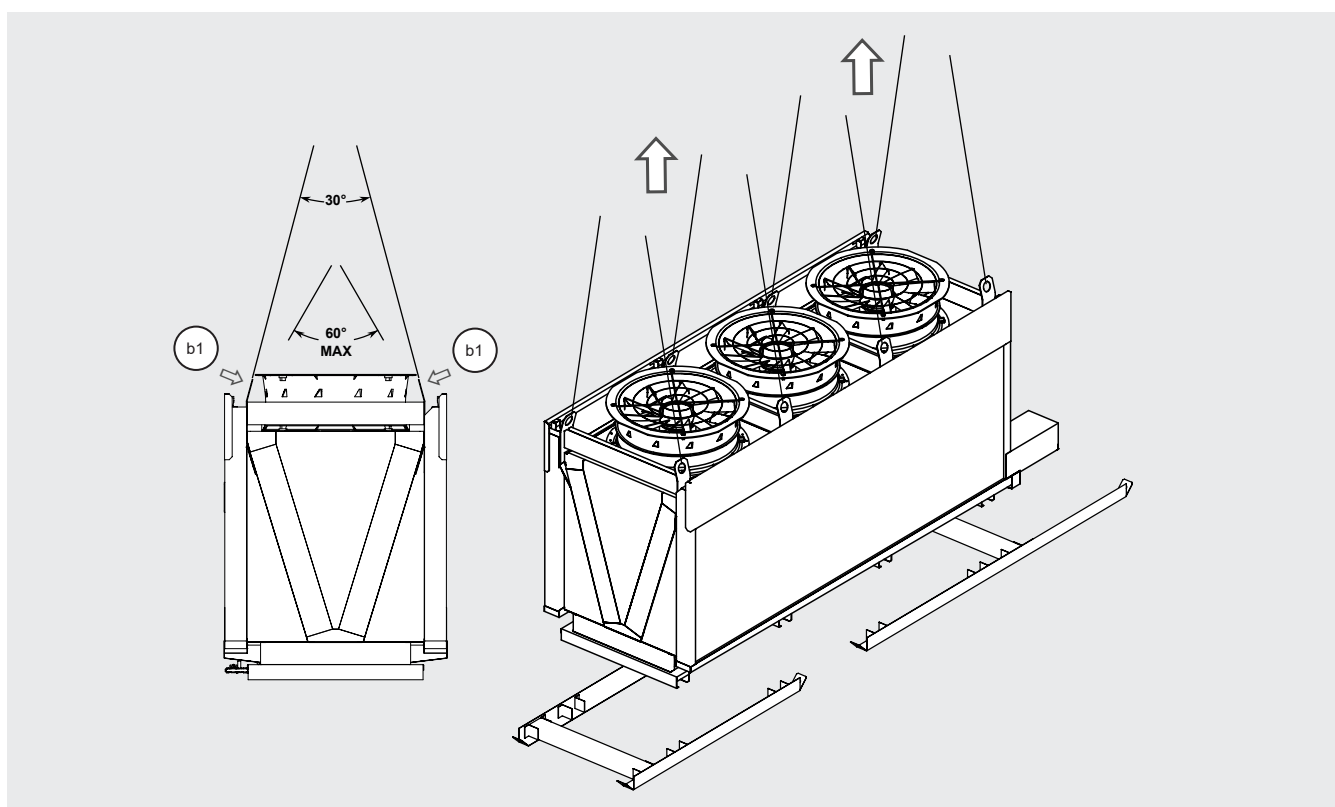

Figura 7
- 5.5 Agganciare la gru ai punti di sollevamento (b1), sollevare il modello e posizionarlo nella collocazione finale. Utilizzare tutti i punti di sollevamento. V. Figura 7.